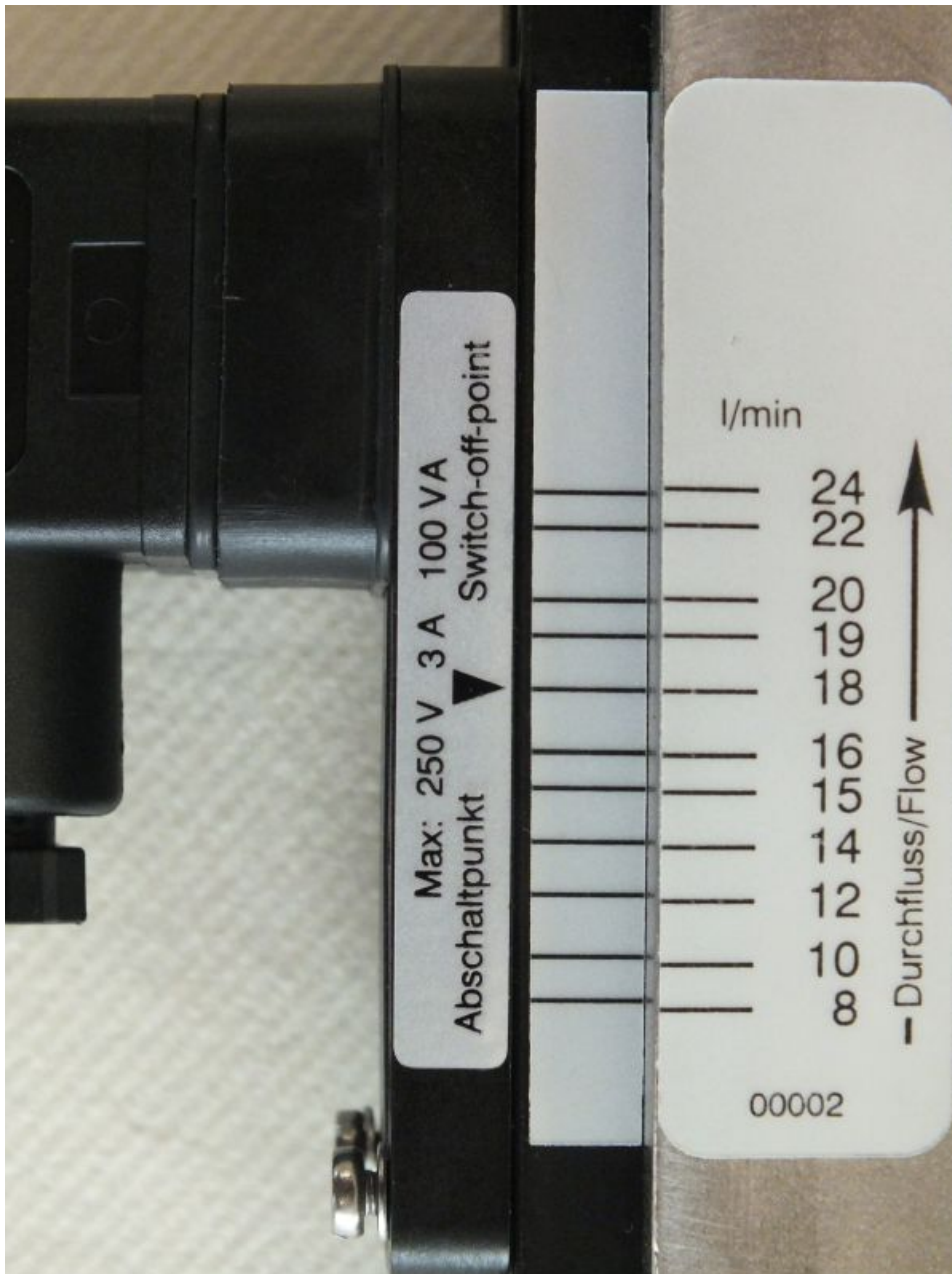

Abb. 40: Schaltwert ablesen (Beispielskala)
1. ➤ Darauf achten, dass der Einstellpfeil, der Skalenstrich des Zusatzetikettes (Führungsleiste) und der Skalenstrich der Körperskala in einer Flucht liegen (Abb. 40).